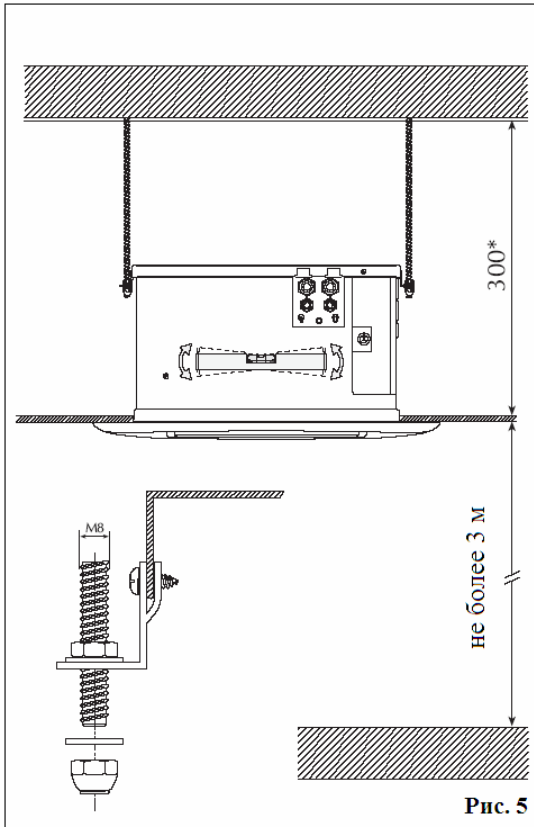

Рис. 5
- **Осторожно выньте доводчик из упаковки. При подъемных операциях не прикладывайте усилий к местам подключения трубопроводов (рис. 5).**